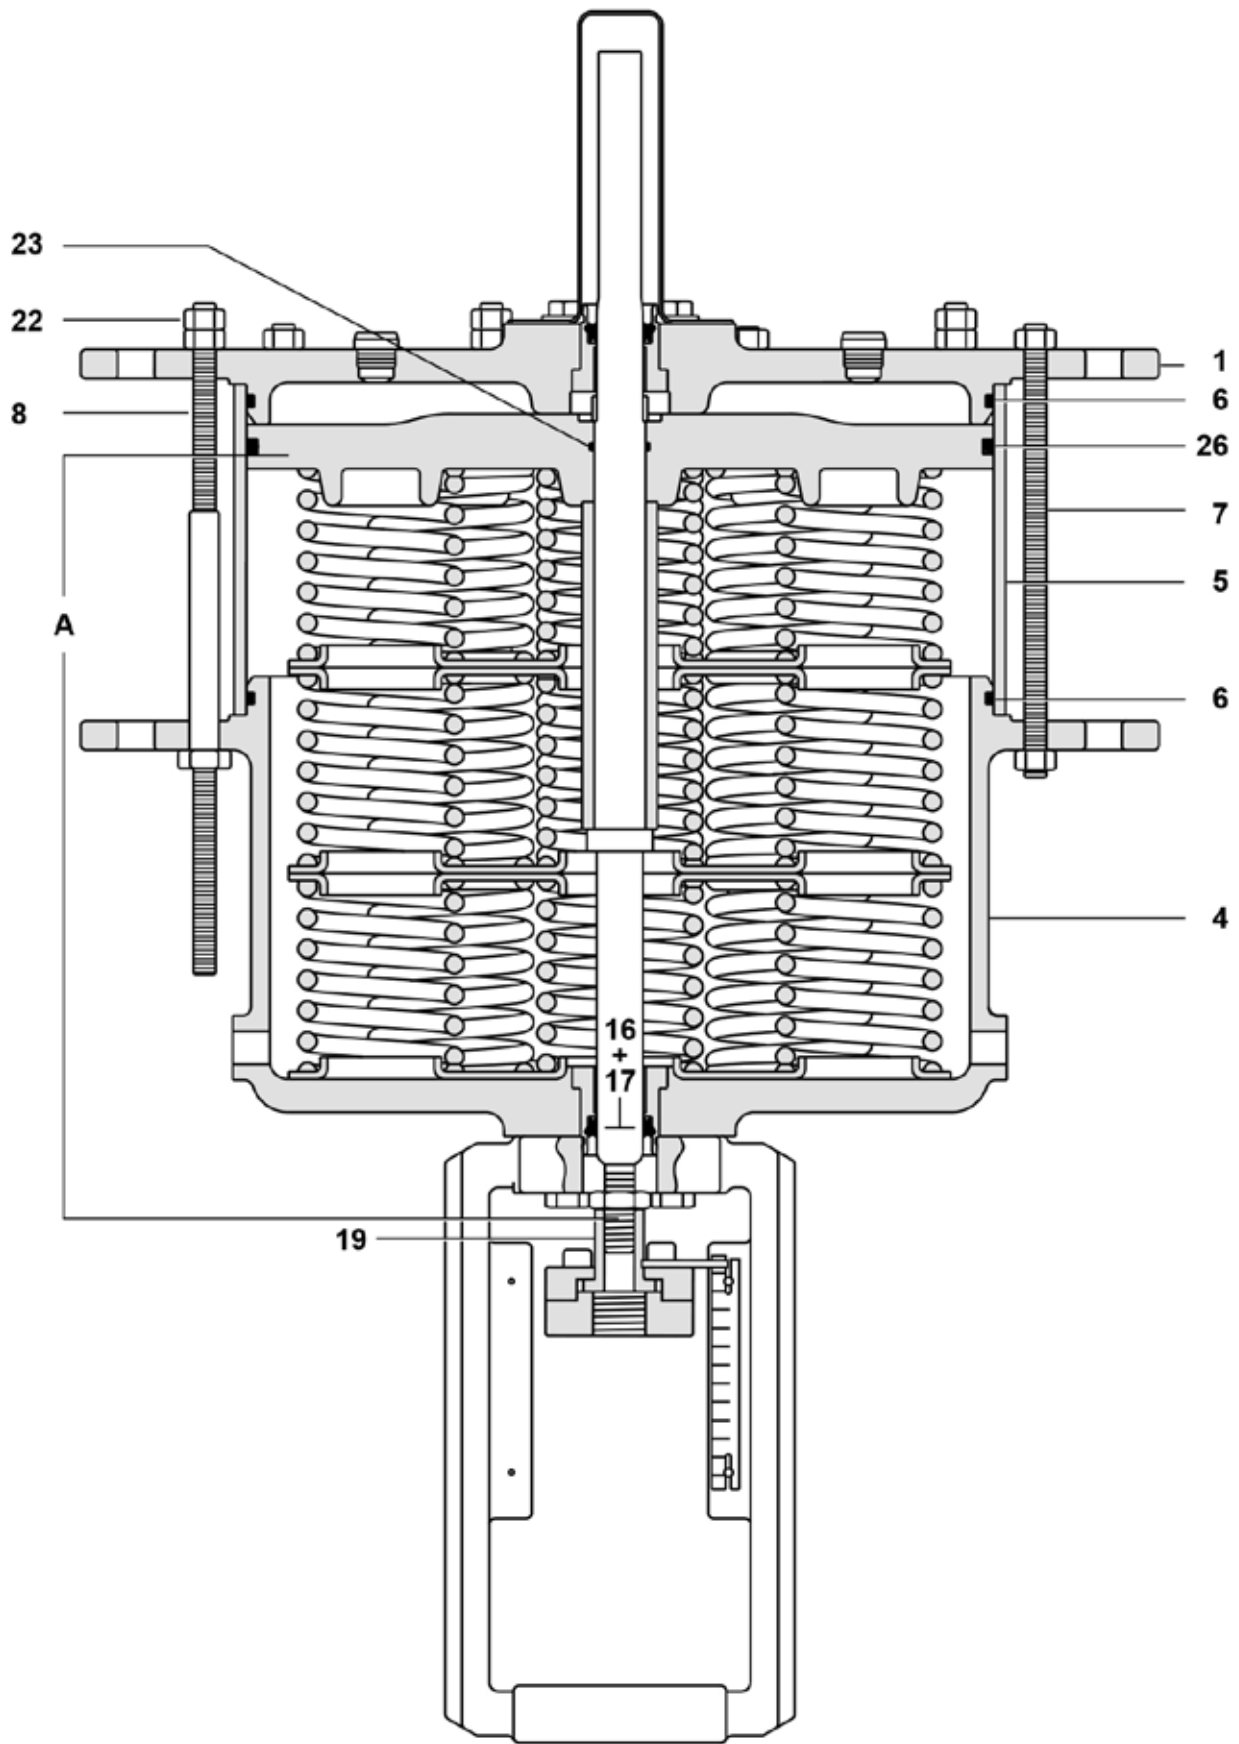

Fig. 10
- Dévisser et retirer le connecteur (19), voir Figure 10.
- Dévisser et enlever les courtes tiges filetées (7).
- Éventuellement, dévisser et ôter les longs écrous restants (22), voir nota ci-dessous.
- Retirer le chapeau supérieur du cylindre (1).
- Retirer le cylindre (5).
- Graisser la face interne du cylindre (5) et les supports (17) (environ 50 mm en contact avec le piston).
- Abaisser le cylindre (5) dans le chapeau inférieur du cylindre (1).